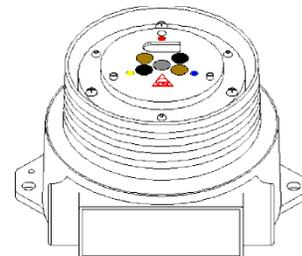

Figura 2-7
5. Desenrosque en sentido antihorario (CCW) la tapa del recinto (consulte la figura 2-7).